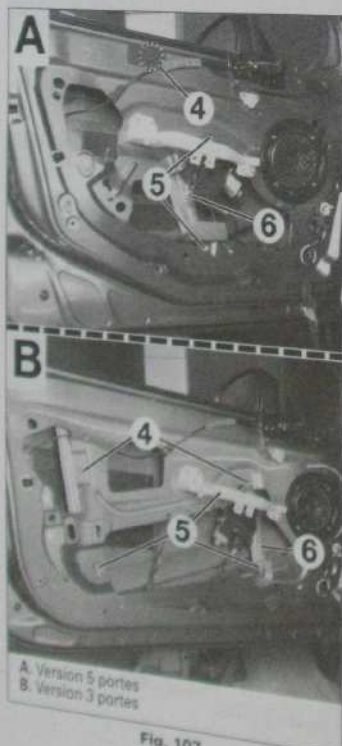

Fig. 107
- À l'aide d'un foret de Ø 6 mm, percer les rivets (4) (Fig. 107).
- Déposer les vis (5).
- Extraire le mécanisme (6) de la porte.